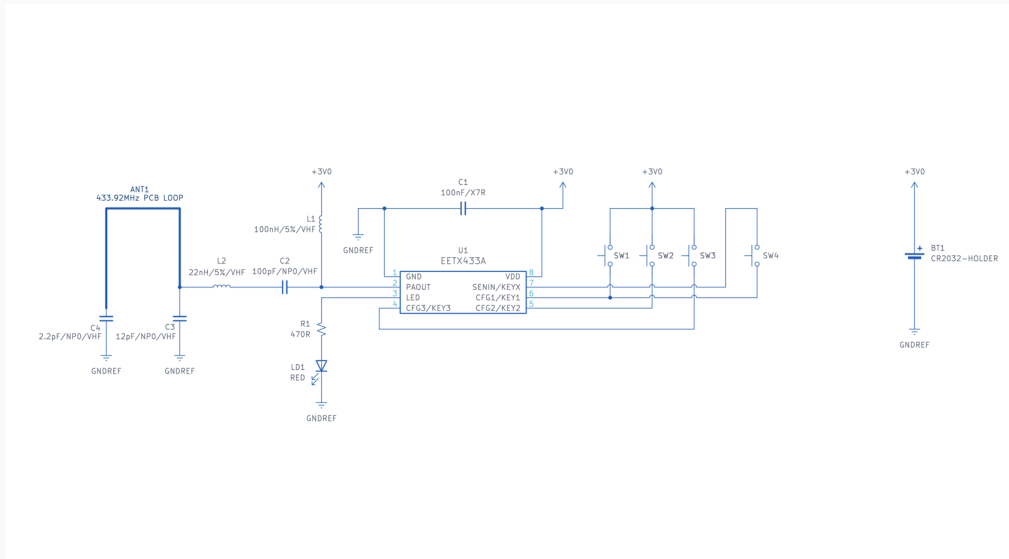
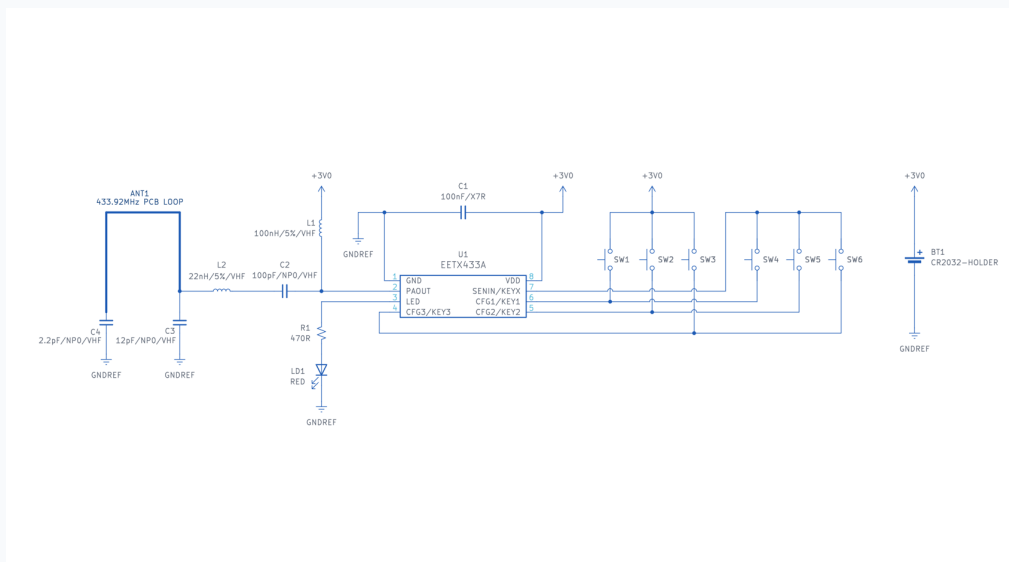

图 3 : 4 键遥控器——3 个直连 + 1 个经 KEYx 矩阵
图 4 : 6 键遥控器——3 个直连 + 3 个经 KEYx 矩阵
- 按键：2-3 键时，将每个按键直接接到其 CFG 引脚。4-6 键时，按 KEYx 矩阵原理图（图 3 和图 4）接线。使用优质轻触按键以提高耐用性。